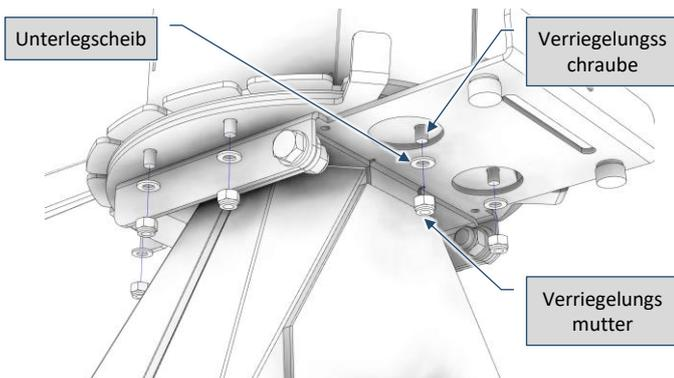

Abb. 9-14 – Auswurftrichterflansch (Unterseite)
- 1) Entfernen Sie mit einem geeigneten Schlüssel die Sicherungsmuttern und Unterlegscheiben der Befestigungsschrauben des beweglichen Teils des Auswurftrichters (Abb. 9-14);